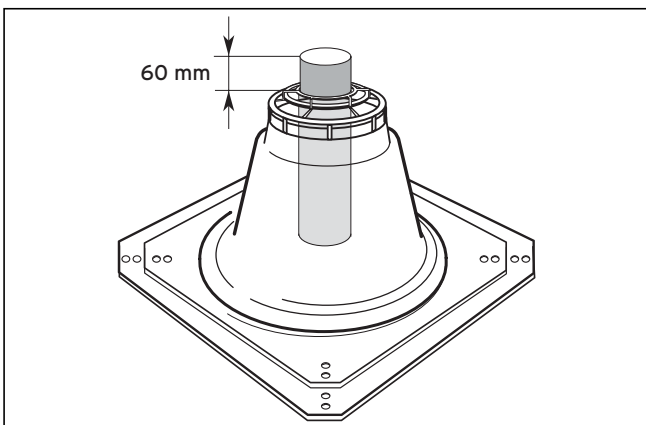

Рис. 6.23 Длина верхней трубы газопровода
- Контроль: Над основанием шахтной насадки должно выступать 60 мм (см. рис. 6.23).
- Зажмите колпак (1) шахтной насадки (2) над верхним концом жесткого выпускного газопровода и сильно надавите.